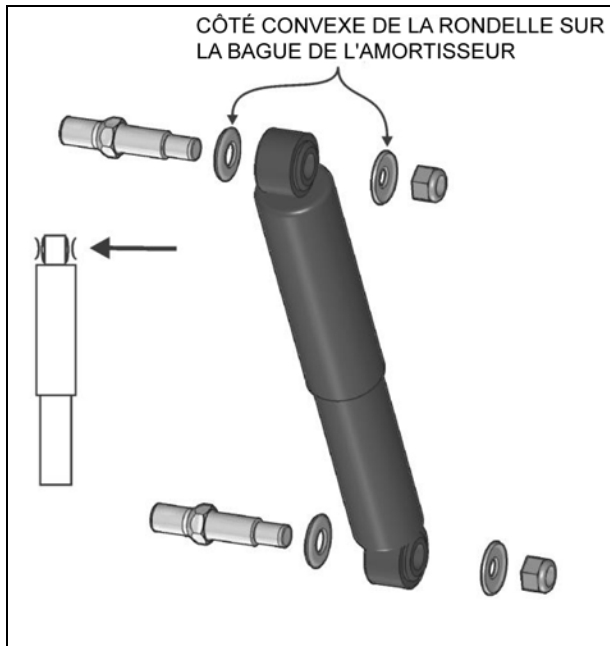

FIGURE 4 : AMORTISSEUR
1. Enlever les écrous et rondelles des amortisseurs sur les goupilles de montage supérieure et inférieure. Veillez à identifier les rondelles intérieure et supérieure en vue de la repose. Se reporter à Figure 4 pour les détails.